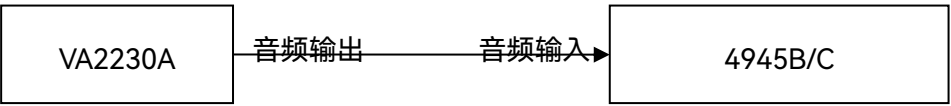
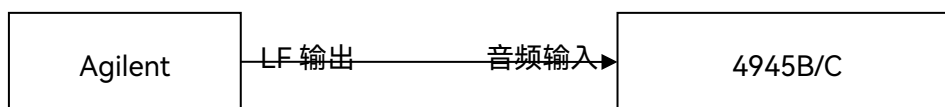

图 7.14 音频信号分析特性测试框图
图 7.15 音频信号分析特性测试框图
- (1) 如图 7.14 连接测试仪器，设置音频分析仪输出频率 1kHz，幅度+14dBV（600Ω 内阻,等于高阻 10Vrms);设置 4945B/C 为音频分析模式, 音频滤波器 20kHz LPF, 高阻输入，档位选择 30V~5V，将电平测量值记入表格 A.1 相应空格处;
- (2) 实测值在表格 A.1 所示范围内，则最大输入电平合格。
- (1) 如图 7.14 连接测试仪器，设置音频分析仪输出频率 20kHz，幅度-40dBV（等于 20mVrms）；设置 4945B/C 为音频分析模式，音频滤波器 LPF 20kHz，高阻输入，电平测试档位选择 50mV 以下，将频率实测值记入表格 A.1 相应空格处；
- (2) 设置音频分析仪输出频率 20Hz，幅度+14dBV（等于 10Vrms），设置 4945B/C 音频滤波器 LPF 300Hz，电平测试档位选择 30V~5V，将频率实测值记入表格 A.1 相应空格处；
- (3) 频率实测值在表格 A.1 所示范围内，则音频信号分析频率计频率范围、输入电平范围合格；
- (4) 如图 7.15 连接测试仪器，设置信号发生器低频输出频率为 20Hz，幅度 100mVP，记录频率测量值 f1；更改低频输出频率为 20.1Hz，记录频率测量值 f2；
- (5) 计算 f2-f1 差值，若差值等于参考值，则音频信号分析频率计频率分辨率和精度合格。
- (1) 如图 7.14 连接测试仪器，设置音频分析仪输出频率 20Hz，幅度+14dBV（等于 10Vrms）；设置 4945B/C 为音频分析模式，音频滤波器 300Hz LPF，高阻输入，档位选择 30V~5V，将电平测量值记入表格 A.1 相应空格处；
- (2) 设置音频分析仪输出频率 20kHz，设置 4945B/C 音频滤波器 20kHz LPF，将电平测量值记入表格 A.1 相应空格处；
- (3) 实测值在表格 A.1 所示范围内，则音频信号分析电平计频率范围、输入电平范围、精度合格。
- (1) 如图 7.15 连接测试仪器, 设置信号发生器为低频输出, 双音模式, 频率 1 为 300Hz, 频率 2 为 600Hz, 音频 2 的幅度占比 50%, 输出电平 140mVP (100mVrms); 设置 4945B/C 为音频分析模式, 测量频率 300Hz, 滤波器 5kHz LPF, 输入档位 500mV~50mV, 将 SINAD 实测值记入表格 A.1 相应空格处;
- (2) 设置信号发生器为低频输出频率 1 为 5kHz, 频率 2 为 10kHz, 音频 2 的幅度占比 50%, 输出电平 5VP; 设置 4945B/C 测量频率 5kHz, 滤波器 20kHz LPF, 输入档位 30V~5V, 将 SINAD 实测值记入表格 A.1 相应空格处;
- (3) SINAD 实测值在表格 A.1 所示范围内, 则音频信号分析 SINAD 计频率范围、输入电平范围合格;
- (4) 设置信号发生器为低频输出频率 1 为 1kHz, 频率 2 为 2kHz, 音频 2 的幅度占比 50%, 输出电平 500mVP; 设置 4945B/C 测量频率 1kHz, 滤波器 300Hz~5kHz, 输入档位 500mV~50mV, 将 SINAD 实测值记入表格 A.1 相应空格处;
- (5) 更改信号发生器音频 2 的幅度占比 0.1%, 将 SINAD 实测值记入表格 A.1 相应空格处;
- (6) SINAD 实测值在表格 A.1 所示范围内, 则音频信号分析 SINAD 计测量范围及精度合格。
- (1) 如图 7.15 连接测试仪器，设置信号发生器为低频输出，双音模式，频率 1 为 300Hz，频率 2 为 600Hz，音频 2 的幅度占比 9%，输出电平 140mVP（100mVrms）；设置 4945B/C 为音频分析模式，测量频率 300Hz，滤波器 5kHz LPF，输入档位 500mV~50mV，将失真度实测值记入表格 A.1 相应空格处；
- (2) 设置信号发生器为低频输出频率 1 为 5kHz，频率 2 为 10kHz，音频 2 的幅度占比 9%，输出电平 5VP；设置 4945B/C 测量频率 5kHz，滤波器 20kHz LPF，输入档位 30V~5V，将失真度实测值记入表格 A.1 相应空格处；
- (3) 失真度实测值在表格 A.1 所示范围内，则音频信号分析失真度计频率范围、输入电平范围合格；
- (4) 设置信号发生器为低频输出频率 1 为 1kHz，频率 2 为 2kHz，音频 2 的幅度占比 0.1%，输出电平 800mVP；设置 4945B/C 测量频率 1kHz，滤波器 300Hz~5kHz，输入档位 500mV~50mV，将失真度实测值记入表格 A.1 相应空格处；
- (5) 更改信号发生器音频 2 的幅度占比 47.4%，将失真度实测值记入表格 A.1 相应空格
- (1) 如图 7.15 连接测试仪器, 设置信号发生器为低频输出, 频率 300Hz, 输出电平 1 为 140mVP (100mVrms); 设置 4945B/C 为音频分析模式, 信噪比测量模式为“噪声时锁定参考”, 测量自选频率 300Hz, 滤波器 5kHz LPF, 输入档位 500mV~50mV, 按“SNR 参考锁定”键; 更改信号发生器输出电平 2 为 280mVP (200mVrms); 将 SNR 测量值记入表格 A.1 相应空格处;
- (2) 设置信号发生器为低频输出频率 5kHz, 输出电平 1 为 2.5VP; 设置 4945B/C 为音